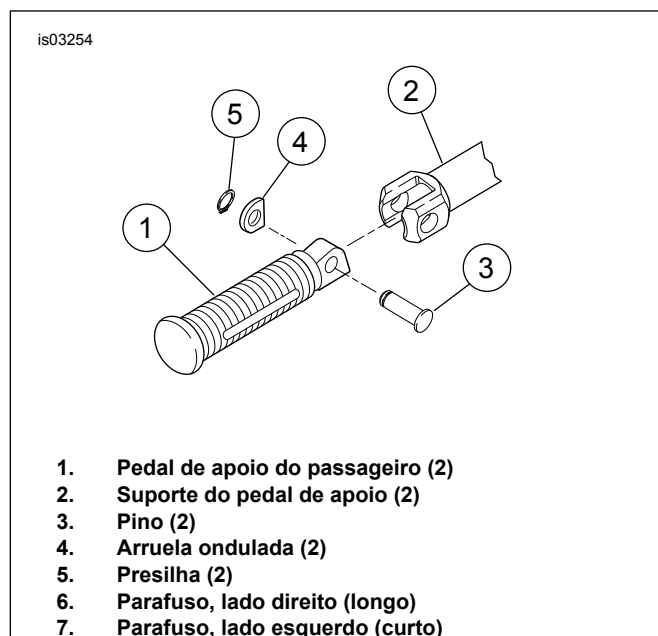

Figura 5. Montagem do pedal de apoio do passageiro (lado direito)
2. Veja a Figura 5. Remova o pedal do passageiro (1) do suporte do pedal (2) removendo o pino (3), arruela ondulada (4) e presilha (5). Guarde as peças para a instalação do kit.
1. Veja a Figura 5. Alinhe o suporte do pedal de apoio (2) no quadro.
1. Veja a Figura 5. Alinhe o suporte do pedal de apoio (2) com o furo no suporte do silenciador.
1. Veja a Figura 5. Instale o pedal do passageiro (1) no suporte do pedal (2) usando o pino original (3), arruela ondulada (4) e presilha (5).